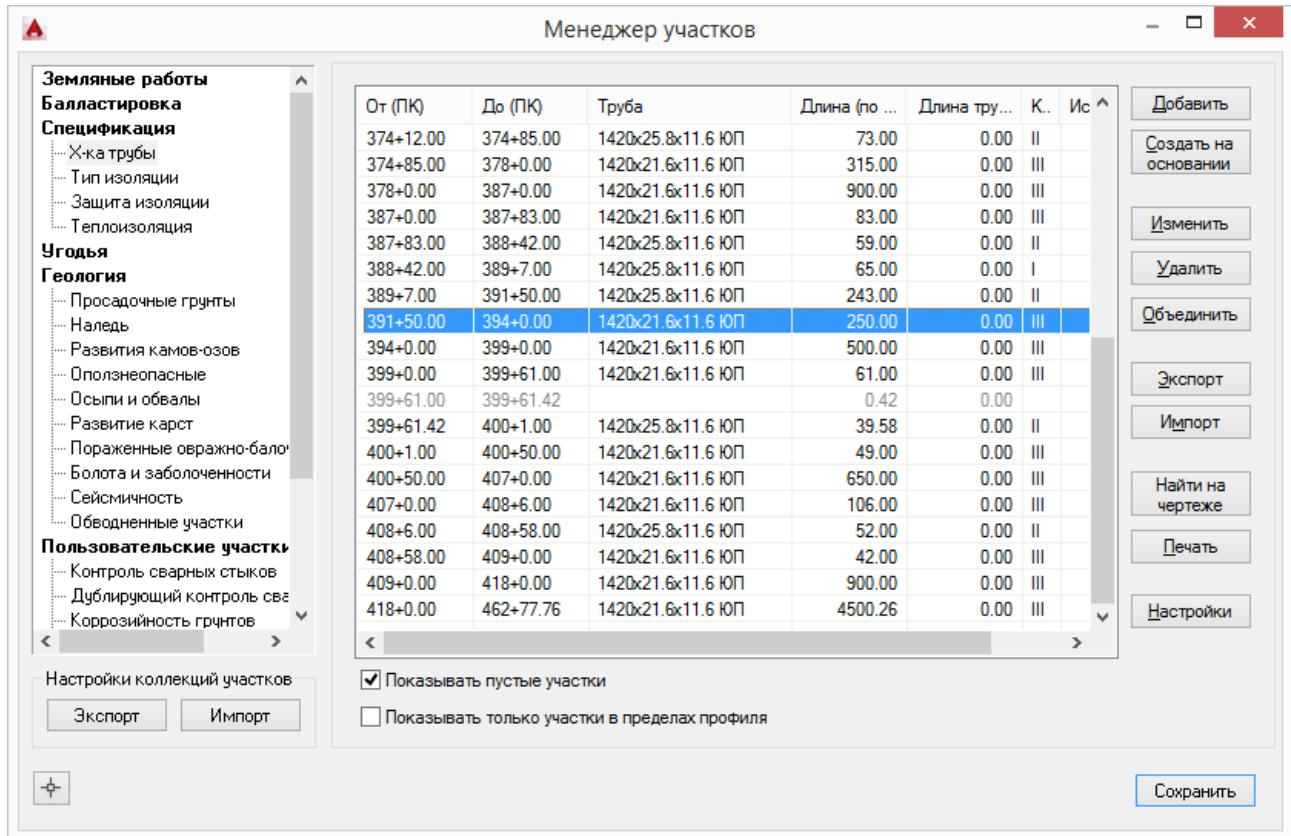

Рис. 80 Диалоговое окно редактора Менеджер участков. Серым цветом отображаются пустые участки
2. Выбрать нужную коллекцию участков (например, Характеристика трубы) и нажать Добавить или Создать на основании (см. рис. 80).
Чтобы сохранить настройки коллекций участков в обменный файл следует воспользоваться командой *Экспорт*, а для загрузки настроек с обменного файла – командой *Импорт*. Для экспорта/импорта настроек для всех коллекций участков нужно нажать соответствующую кнопку в редакторе *Менеджер участков* (см. рис. 80), для отдельной коллекции – в диалоговом окне *Свойства коллекции участков* (см. рис. 83).
Каждый шаблон прокладки содержит набор участков и их параметров: свойства траншеи, балластировка, тип изоляции, категория трубопровода, защита изоляции, а также пользовательские участки. Шаблоны прокладки можно настраивать в менеджере участков в коллекции *Шаблоны прокладки* (см. рис. 80).
2. Выбрать коллекцию *Шаблон прокладки* и нажать *Настойки* (см. рис. 80).
2. Выбрать коллекцию Шаблон прокладки и нажать Настройки (см. рис. 80).